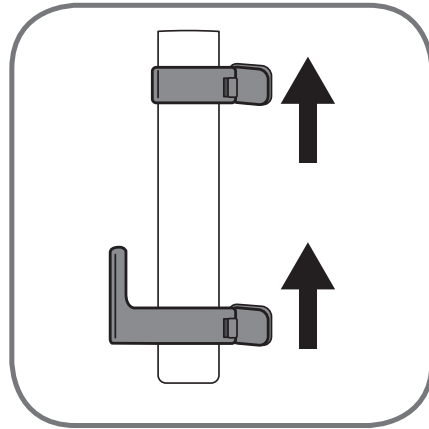
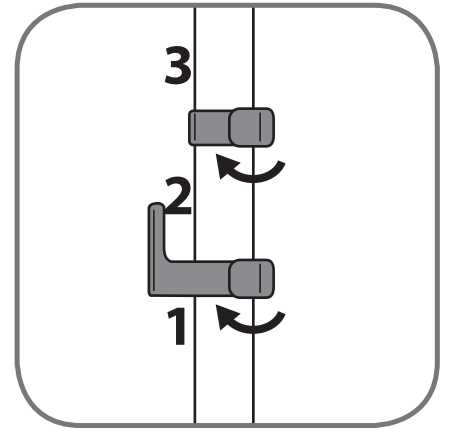

fig. 5
fig. 6
5. Déployez le mât jusqu'à sa hauteur maximale en le glissant vers le haut (fig 5) puis verrouillez les 2 clips (fig 6). Assurez vous que les 3 segments du mât soient totalement déployés.